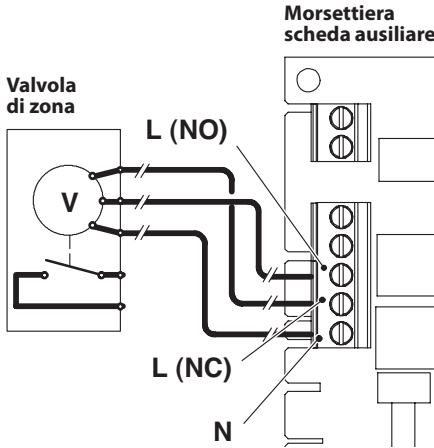

Figura 5.28
virsi dei morsetti della scheda ausiliare **N** (neutro comune), **L (NO)** linea 230V ~ (valvola apre impianto riscaldamento), **L (NC)** linea 230V ~ (valvola chiude impianto riscaldamento) Figura 5.28.